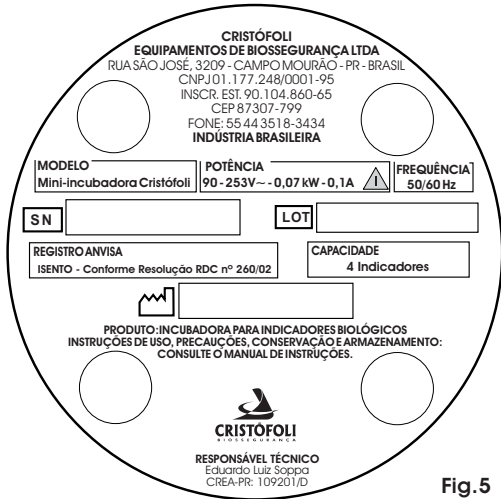

Fig.5
Contate a Cristófoli através da **Central de Relacionamento com o Cliente - CRC**, pelo telefone 0800-044-0800, (44) 3518-3499 ou e-mail: [crc@crisfoli.com](mailto:crc@crisfoli.com). Antes de realizar o contato tenha sempre em mãos o modelo do seu equipamento, voltagem, número de série e data de fabricação que se encontram no rótulo de identificação localizado na parte inferior do equipamento (Fig.3, pág.2 e Fig.5, pág.3) e uma descrição do problema.
Acesse o site [www.crisfoli.com](http://www.crisfoli.com) e clique no submenu "Suporte e Atendimento" e em "Assistência Técnica Autorizada" para contatar uma assistência técnica autorizada. Se houver qualquer problema com seu equipamento, consulte primeiro o tópico "Resolvendo Pequenos Problemas" (Pág.3), caso o problema persista, visite o site para contatar uma assistência técnica autorizada e agendar uma avaliação ou reparo do seu equipamento. Antes de realizar o contato tenha sempre em mãos o modelo do seu equipamento, voltagem, número de série e data de fabricação que se encontram no rótulo de identificação localizado na parte inferior do equipamento (Fig.3, pág.2 e Fig.5, pág.3) e uma descrição do problema.